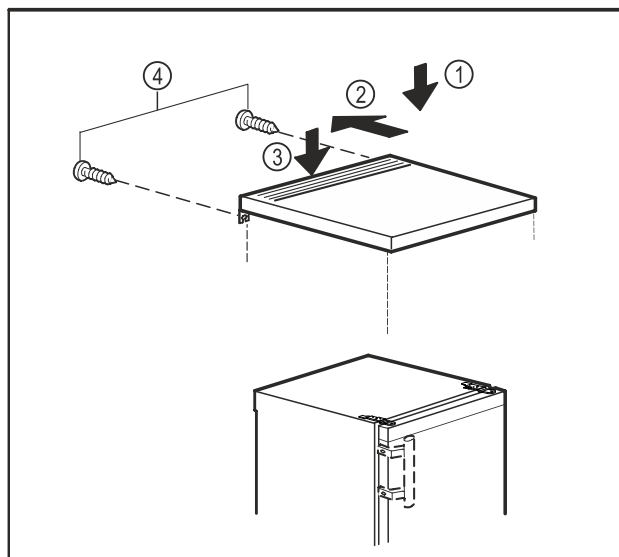

Fig. 10
- ▶ Uzlieciet galda plātni uz ierīces. Fig. 10 (1)
- ▶ Pabīdīet galda plātni uz aizmuguri. Fig. 10 (2)
- ▶ Spīdīet galda plātni aizmugurē uz leju. Fig. 10 (3)
- ▶ Pieskrūvējiet skrūves aizmugurē. Fig. 10 (4)